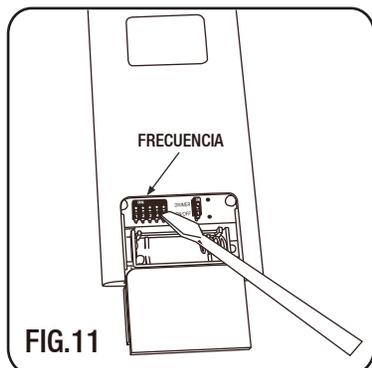

FIG.11
**NOTA:** Esta unidad de control remoto está equipada con 32 combinaciones de códigos para evitar posibles interferencias de o hacia otros unidades remotas. Los interruptores de frecuencia en su receptor y control remoto han sido preestablecidos en la fábrica. (Fig. 11) No es necesario cambiar la frecuencia, si desea instalar otro ventilador en la misma casa o tiene un código de frecuencia separado, consulte la sección de solución de problemas de "interferencia de frecuencia" de este manual de instrucciones para aprender a cambiar la frecuencia.